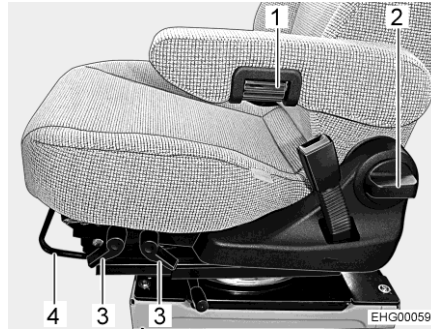

Fig. 17 Réglage du siège (Aguti GIS-Liner)
- Tirer l'étrier (Fig. 17,4) vers le haut.
- Tirer le levier correspondant (Fig. 17,3) vers le haut.
- Tourner la poignée (Fig. 17,2).
- Faire tourner la roulette moletée (Fig. 17,1) pour le réglage de précision. L'accoudoir s'incline vers le haut ou le bas suivant le sens de rotation.